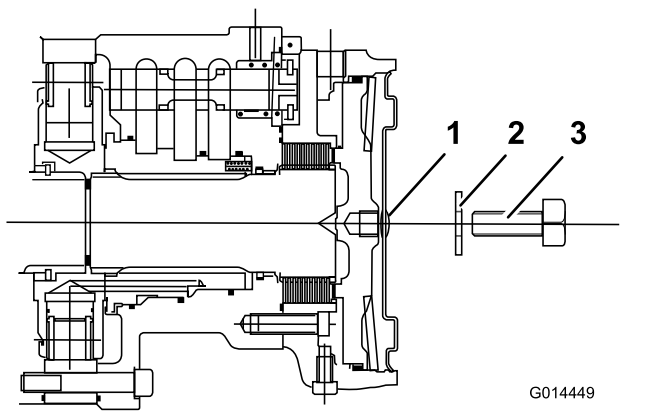

Figura 52
4. Introduzca un tornillo de ajuste M12 x 40 mm de largo y una arandela en el taladro central de la placa de extremo del motor (Figura 52).
5. Apriete el tornillo de ajuste en el taladro roscado del pistón del freno hasta que el freno quede liberado (Figura 52).
6. Identifique el disco de freno del motor de la rueda delantera izquierda y repita el procedimiento anterior (Figura 52).